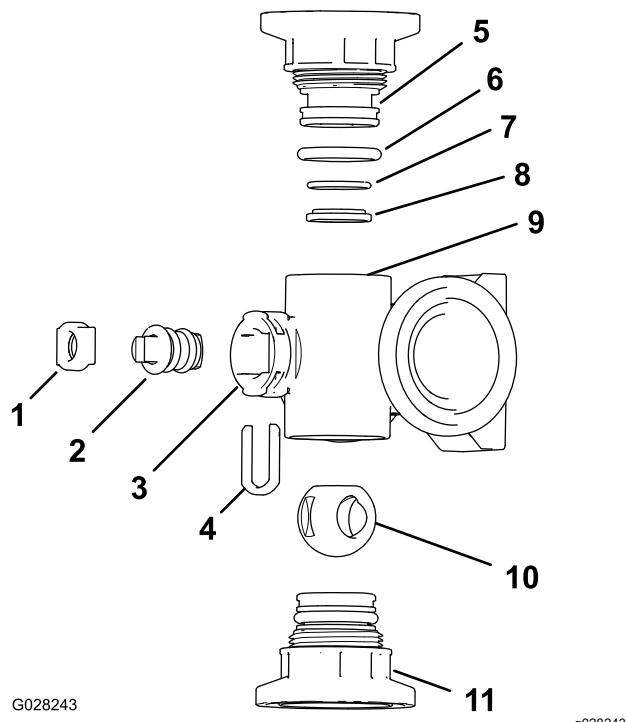
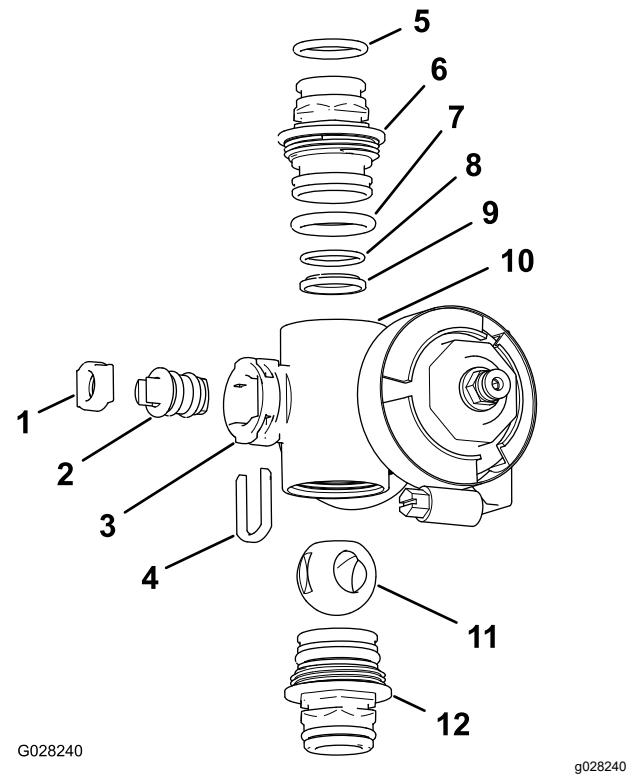

Figura 129
Figura 130
2. Retire los dos conectores de extremo de cada extremo del cuerpo del distribuidor (Figura 129 y Figura 130).
4. Retire el retén del vástago de las ranuras del orificio del vástago del distribuidor (Figura 129 y Figura 130).
5. Retire la horquilla de retención del vástago y el asiento del vástago del distribuidor (Figura 129 y Figura 130).
6. Retire el conjunto de válvula desde dentro del cuerpo del distribuidor (Figura 129 y Figura 130).
1. Compruebe la condición de las juntas tóricas del conector de salida (distribuidor de la válvula de sección solamente), las juntas tóricas de los conectores de extremo, las juntas tóricas de los asientos, y los asientos de bola, en busca de daños o desgaste (Figura 129 y Figura 130).
2. Aplique grasa de silicona al válvula e insértelo en el asiento del válvula (Figura 129 y Figura 130).
3. Instale el válvula y el asiento en el distribuidor y sujeté el vástago y el asiento con el retén del vástago (Figura 129 y Figura 130).
4. Asegúrese de que la junta tórica del asiento y el asiento de la bola están alineados y asentados en el conector de extremo (Figura 129 y Figura 130)
5. Inserte el conjunto del conector de extremo en el cuerpo del distribuidor hasta que la brida del conector de extremo toque el cuerpo del distribuidor (Figura 129 y Figura 130); luego gire el conector de extremo 1/8 a 1/4 de vuelta más.